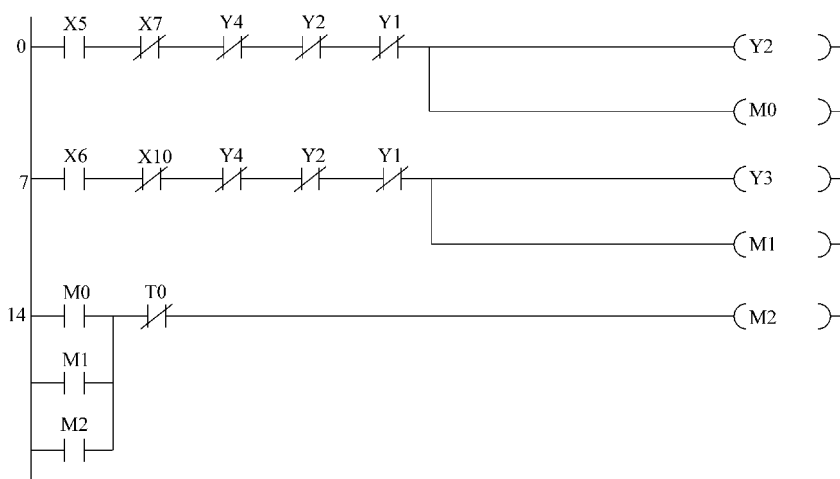

图 3-24 PLC 梯形图 (17)
11. 在使用 FX2N 系列可编程序控制器控制磨床运行时, 如图 3-24 所示的程序中, Y2 和 M0 ()。